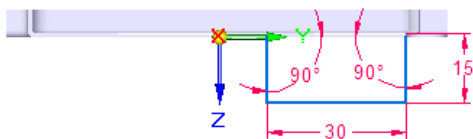

图 8.4.25 编辑草图
(4) 定义弯边尺寸。单击“轮廓步骤”按钮，编辑草图尺寸如图 8.4.25 所示，单击按钮，退出草图绘制环境。
(3) 定义弯边类型。在命令条中单击“在末端”按钮，并选取图 8.4.25 所示的端点；在 **距离** 文本框中输入值 15，在 **角度** 文本框中输入值 90，单击“外部尺寸标注”按钮和